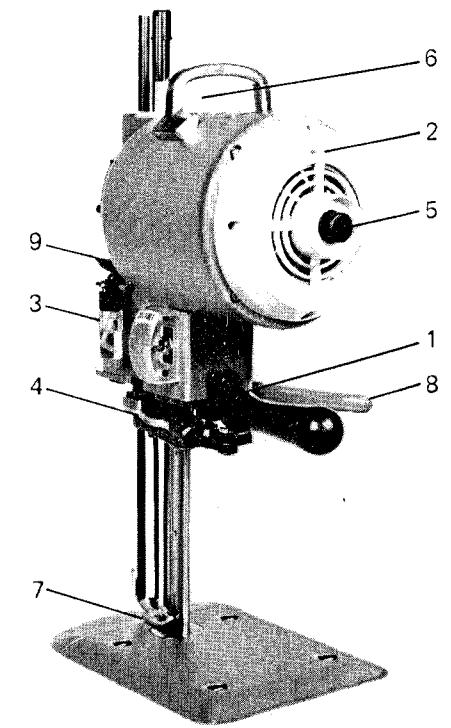

Fig. 1
ATTENZIONE: Dopo aver effettuato il corretto collegamento elettrico, prima di impiegare la taglierina, occorre verificare che il senso di rotazione corrisponda a quello indicato dalla freccia 2 fig.1. L'eventuale inversione del senso di rotazione, per tutti i tipi di motore trifase, potrà essere effettuata invertendo tra loro due qualsiasi delle tre polarità.
Per variare tale tensione da 380 Volt a 220 volt o viceversa occorre togliere la manopola 1 fig. 1 per accedere ai collegamenti elettrici ed eseguire il corretto collegamento alla morsettiera del motore, come indicato nella targhetta dello schema dei collegamenti incollata all'interno del coperchio e riportata qui sotto.
— Riempire d'olio il serbatoio 3 fig.1
— Verificare che l'affilatore 4 fig.1 sia in posizione bloccata al punto morto superiore della sua corsa
— Ruotare a mano il bottone 5 fig. 1 nel senso indicato dalla freccia 2 fig.1 per assicurarsi che la lama si muova liberamente.
- 1) Togliere la presa del collegamento elettrico dalla spina 6 fig.1
- 2) Assicurarsi che il piedino premistoffa 7 fig.1 sia completamente in basso. In caso contrario agire sulla leva 8 fig.1 per far scendere il piedino
- Agire sulla leva 8 fig. 1 e portare tutto in alto il piedino premistoffa
- Portare la lama al punto morto inferiore girando a mano il bottone 5 fig.1
- Verificare, ruotando a mano il bottone 5 fig. 1 che la lama si muova liberamente.